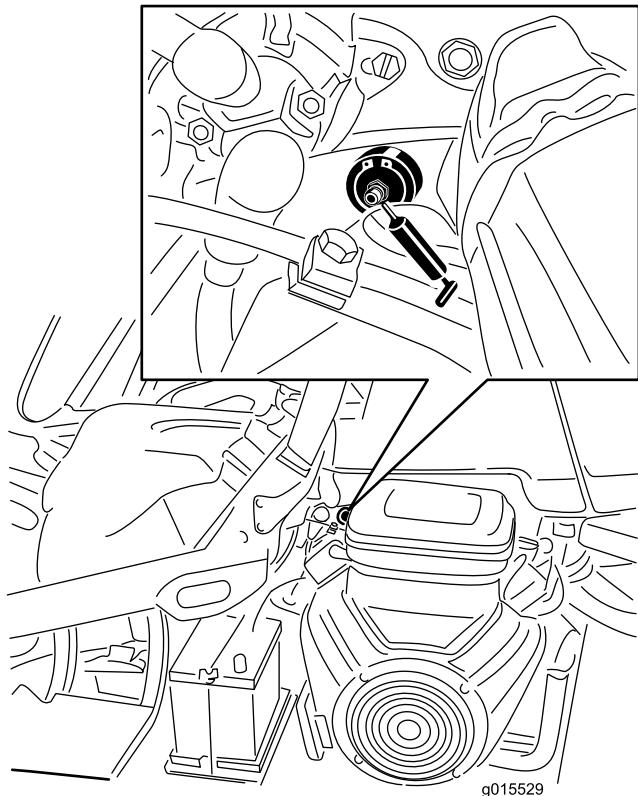

Figura 41
1. Limpe o copo de lubrificação para impedir a infiltração de resíduos nas bielas e buchas (Figura 41).